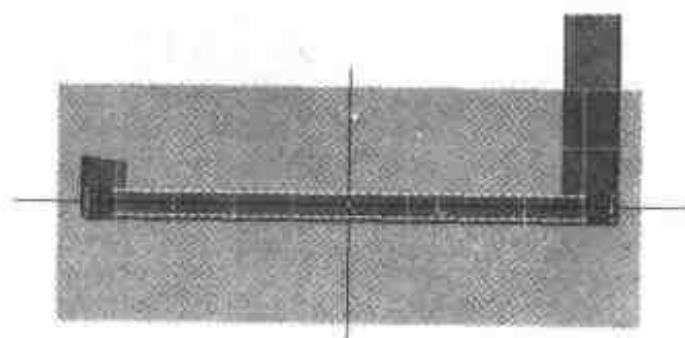

图 4.13 进入二维截面编辑
- (1) 单击最新生成的【增加板料】图素使其处于智能图素状态。
- (2) 右击图素后选择【编辑截面】命令, 调整视图后结果如图 4.13 所示。